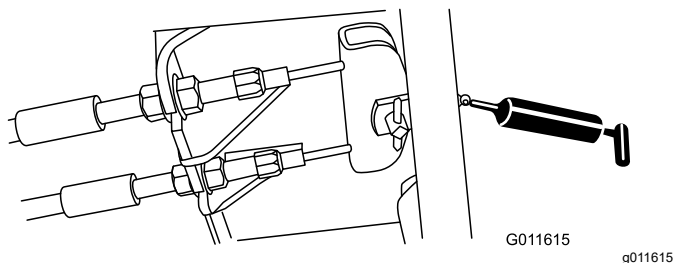

Figura 48
- Pedal do travão (1) (Figura 48)